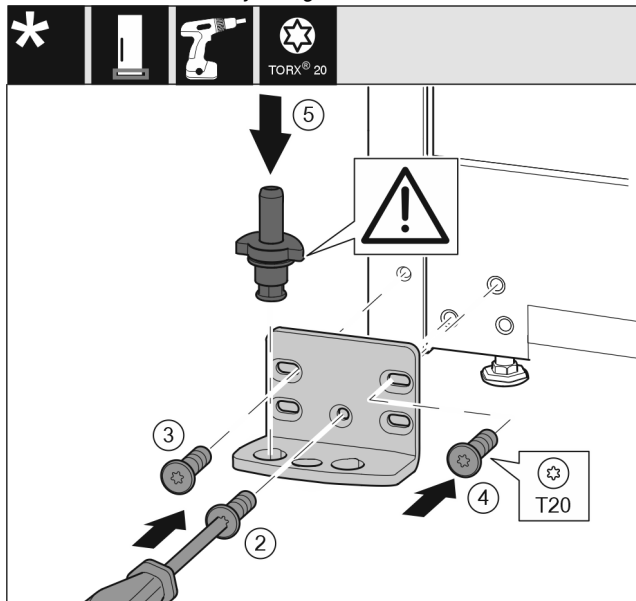

Fig. 18
- ▶ Lagerbus op de andere kant aanbrengen en met behulp van een schroevendraaier T20 vastschroeven. Met schroef 2 onder in het midden beginnen. *Fig. 18 (2)*
- ▶ Schroef 3 en 4 vastschroeven. *Fig. 18 (3,4)*
- ▶ Lagerbout volledig aanbrengen. Let op dat de vergrendelknok naar achter wijst. *Fig. 18 (5)*